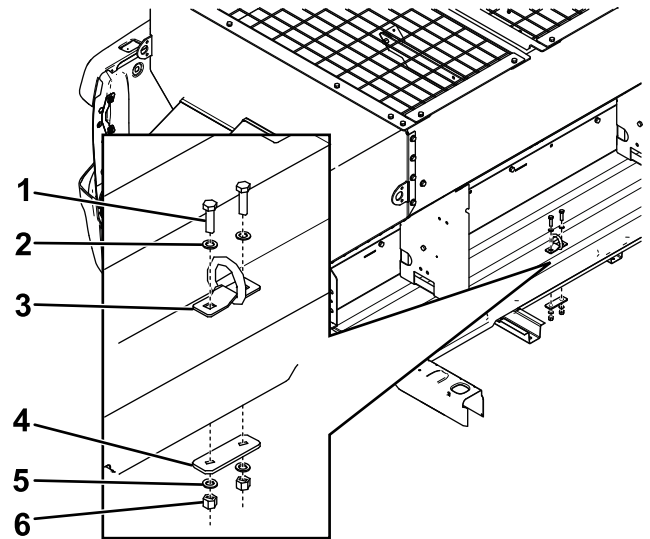

Figure 9
2. Posez les anneaux en D comme montré à la Figure 9 et serrez les boulons à 28 N·m (19,7 pi-lb).